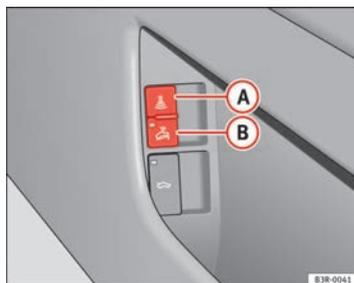

Fig. 78 Interruptor de la vigilancia del habitáculo
- Abra la puerta y tire del interruptor **A** con el símbolo  a un lado del compartimento portaobjetos de la puerta del conductor \Rightarrow fig. 78.
- Abra la puerta y tire del interruptor **B** con el símbolo  a un lado del compartimento portaobjetos de la puerta del conductor \Rightarrow fig. 78.